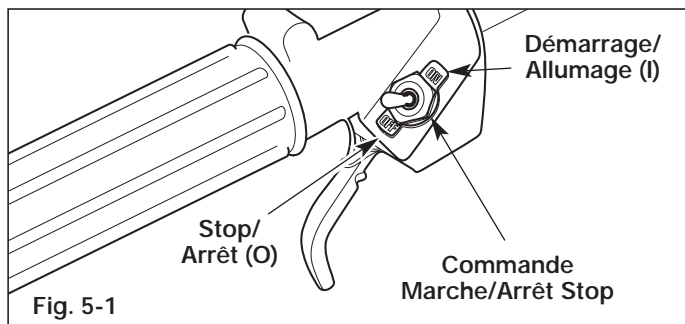
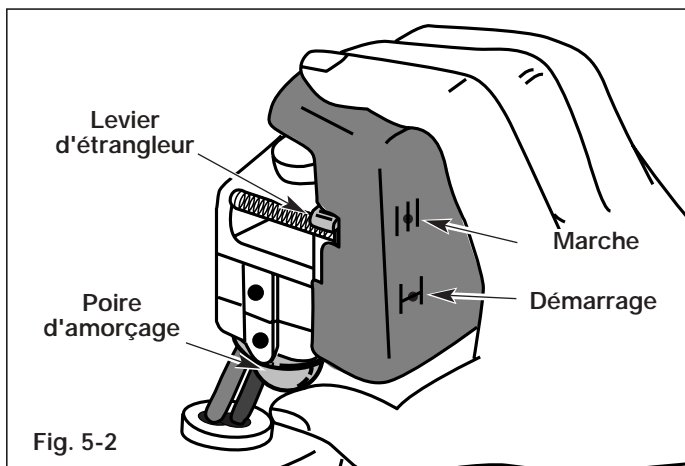

Fig. 5-1
Fig. 5-2
2. Mettez la commande Marche/Arrêt Stop en position de **ALLUMAGE (I)** (Fig. 5-1).
3. Enfoncez complètement puis relâchez lentement la poire d'amorçage 10 fois. Vous devriez sentir et voir de l'essence dans la poire (Fig. 5-2). S'il n'y a pas de carburant dans la poire, appuyez trois fois ou plus jusqu'à ce qu'il y pénètre.
4. Mettez le levier d'étrangleur en position de **DÉMARRAGE** (Fig. 5-2).
6. Mettez le levier d'étrangleur en position de **MARCHE** (Fig. 5-2).
9. Appuyez sur la manette des gaz de 5 à 10 secondes pour réchauffer le moteur. Mettez le levier d'étrangleur en position de **MARCHE** (Fig. 5-2).
REMARQUE : il n'est pas nécessaire d'utiliser l'étrangleur pour démarrer un moteur chaud. Mettez la commande Marche/Arrêt Stop en position de **ALLUMAGE (I)** (Fig. 5-1) et le levier d'étrangleur en position de **MARCHE** (Fig. 5-2).
2. Pour arrêter le moteur, mettez la commande de Marche/Arrêt Stop en position d'**ARRÊT [O]** (Fig. 5-1).